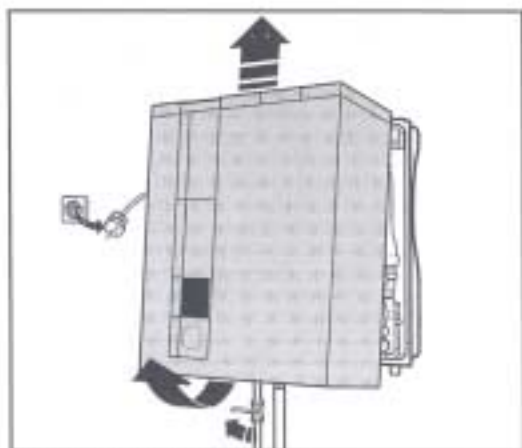

Fig 1: Afnemen van de mantel
1. Haal de stekker van de ketel uit de wandcontactdoos en neem de mantel van de ketel. (Fig 1)